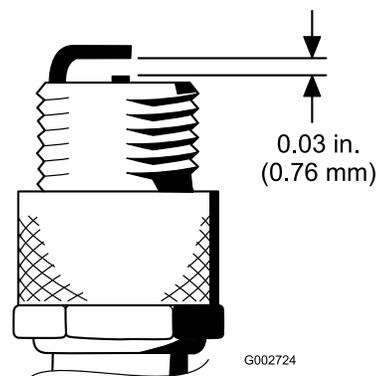

Рисунок 28
4. Установите зазор между центральным и боковым электродами на 0,76 мм, как показано на Рисунок 28.